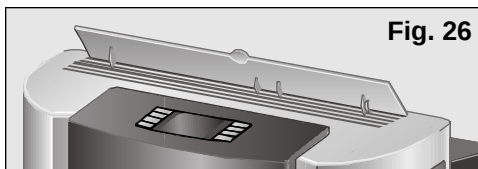

Fig. 26
- ☐ Collegate l'apparecchio premendo il tasto ①
- ☐ Alzate l'orientatore d'aria situato nella parte superiore, **Fig. 26** e, se lo volete così, aprite le alette laterali, vedasi **A** ed **L**, **Fig. 1**